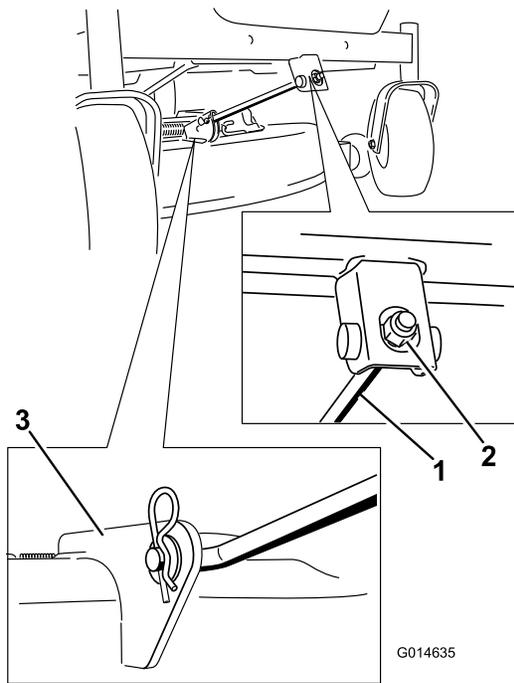

Bild 55
4. Entfernen Sie den Splint von der vorderen Stützstange und entfernen Sie die Stange von der Mähwerkhalterung (Bild 55). Lassen Sie die Vorderseite des Mähwerks vorsichtig auf den Boden ab.
- Befestigen Sie die vordere Stützstange mit den Lastösenbolzen und Splints am Mähwerk (Bild 55).